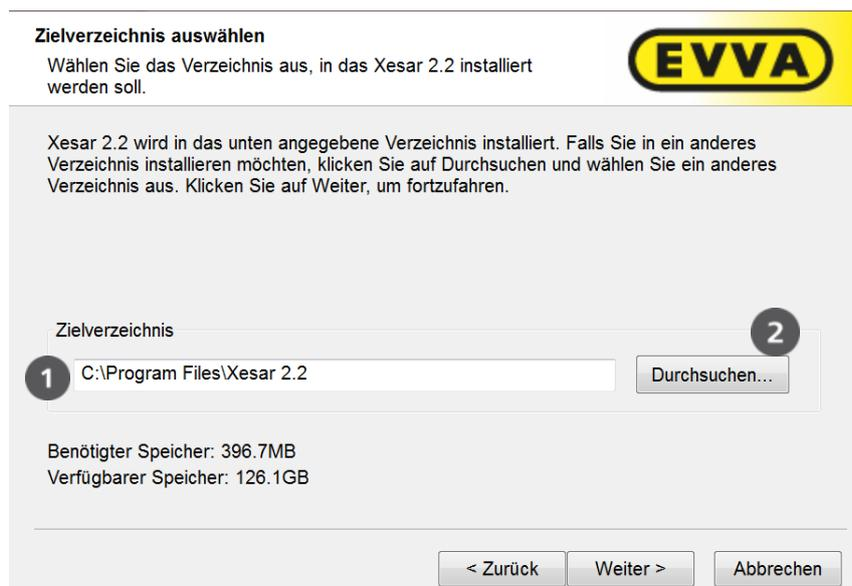

Abbildung 35: Xesar Installation – Zielverzeichnis auswählen
Die Xesar-Software wird standardmäßig in einem Verzeichnis auf dem Systemlaufwerk ❶ (Abbildung 35: Xesar Installation – Zielverzeichnis auswählen) installiert. Falls Sie die Xesar-Software in einem anderen Verzeichnis installieren möchten, klicken Sie auf Durchsuchen ❷ (Abbildung 35: Xesar Installation – Zielverzeichnis auswählen) und wählen Sie ein anderes Verzeichnis aus. Klicken Sie anschließend auf **Weiter**.